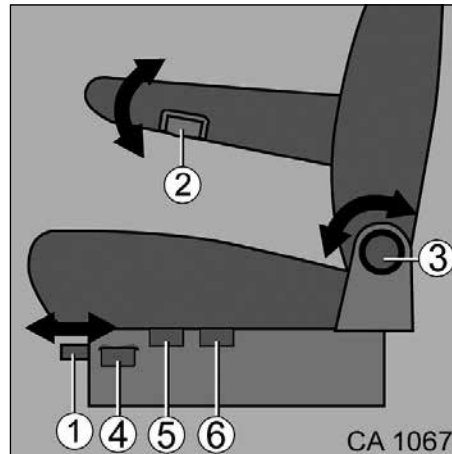

Fig. 4 Réglage des sièges
3. Pousser le levier (Fig. 4, pos. 4) vers le haut.
1. Tourner la molette (Fig. 4, pos. 2) dans le sens anti-horaire. Ainsi, le blocage de l'accoudoir est débloqué.